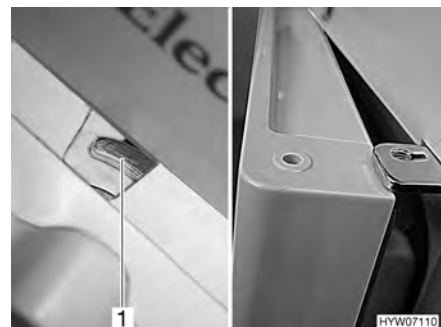

Fig. 194 Puerta del frigorífico en posición de ventilación (Dometic de la serie 7)
- Empujar el bloqueo completamente hacia la derecha. La puerta del frigorífico se fija con ayuda del bloqueo (Fig. 194,1). De este modo, la puerta del frigorífico quedará ligeramente abierta (Fig. 194).